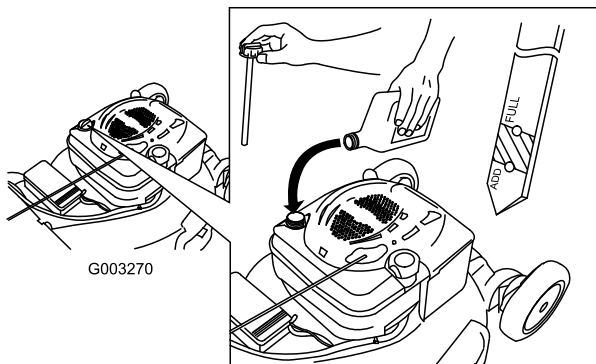

Figura 30
4. Vierta **lentamente** aceite en el tubo de llenado hasta que el nivel llegue a la marca "Full" (lleno) de la varilla (Figura 30). **No llene demasiado.** (Capacidad máxima: 0,59 l (20 onzas), tipo: SAE 30W, aceite detergente con clasificación de servicio API SF, SG, SH, SJ, SL o superior.)